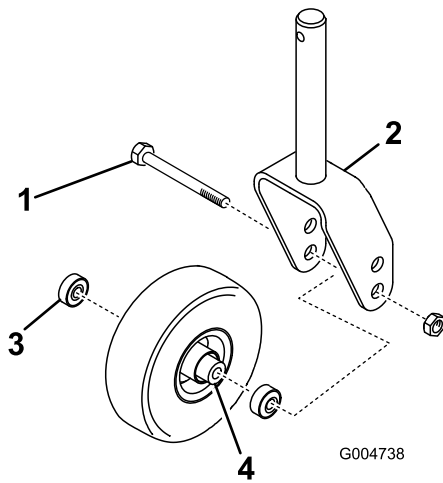
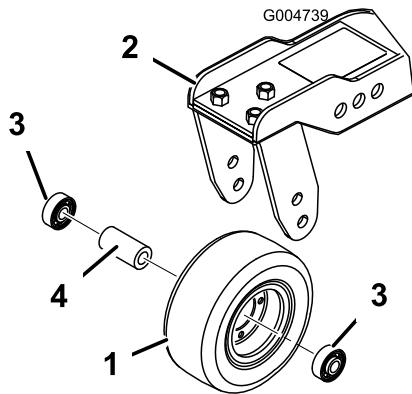

Figura 123
Figura 124
- Togliete il dado di bloccaggio dal bullone che fissa il gruppo ruota orientabile alla forcella (Figura 123) o al braccio di rotazione (Figura 124).
- Togliete il cuscinetto dal mozzo della ruota e lasciate cadere il distanziale del cuscinetto (Figura 123 e Figura 124).